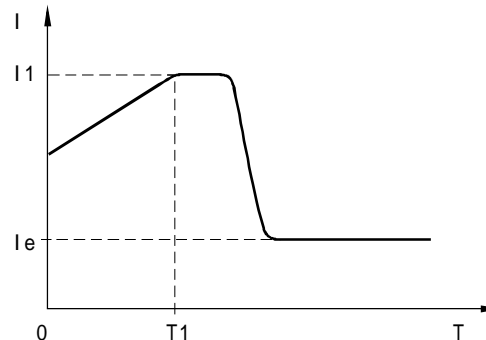

图12-4-1
- ① 代码FB设置4(电流斜坡)为此起动模式。图12-4-1为电流斜坡起动模式的输出电流波形,其中 I_1 为代码F6设置的限流值, T_1 为代码F1设置的时间值。
- ② 电流斜坡起动模式具有较强的加速能力,适用与两极电动机,也可在一定范围内缩短起动时间。